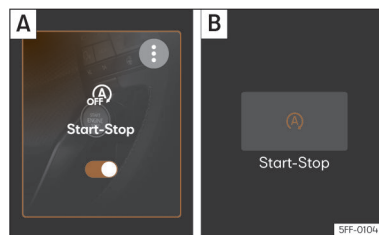

Fig. 121 No ecrã do sistema de infotainment: sistema Start-Stop ligado. **A** Vista no menu principal. **B** Vista com o sistema de infotainment desligado.
Quando o símbolo (A) aparecer em cor de laranja >>> **Fig. 121** o sistema está ativado e fará a paragem e o arranque. Quando o símbolo (A) aparecer em branco o sistema está desligado.